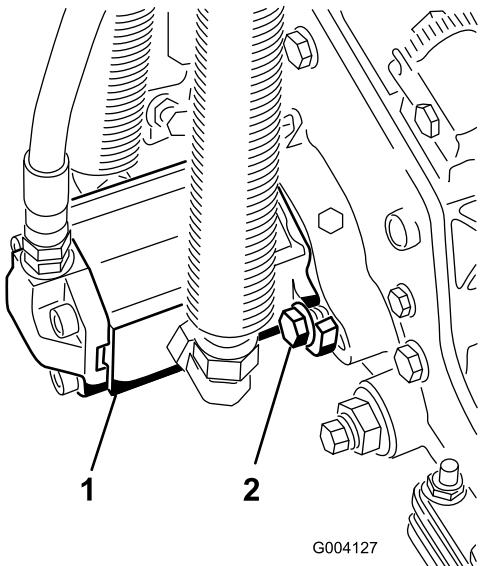

Bild 19
10. Montieren Sie den Motor; drehen Sie ihn nach rechts, damit die Motorflansche nicht die Kopfschrauben berühren (**Bild 19**). Drehen Sie den Motor nach links, bis die Flansche die Kopfschrauben umgeben. Ziehen Sie die Schrauben dann an.